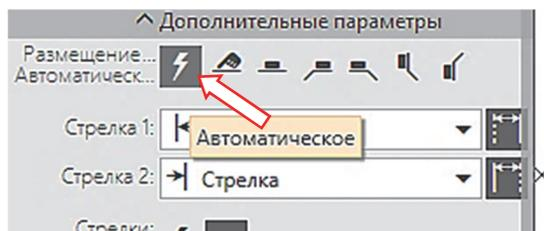

Рис. 3.3-3
- Замечание!** Чтобы полки не появлялись на остальных размерах, нужно на вкладке **Дополнительные параметры** в строке **Размещение** выбрать **Автоматическое** (рис. 3.3-3).